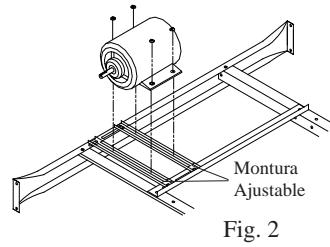

Fig. 2
- **Montar el motor.** Deslice la cabeza de los pernos provistos con cueros cuadrados por la ranura en la montura ajustable del motor. Puede deslizar las monturas ajustables hacia un lado u otro lado para alinear los pernos con los agujeros en la base del motor y para alinear la polea del motor con la polea de la rueda. Instale el motor usando los pernos y las tuercas provistos (véase fig. 2). Asegúrese que los pernos estén apretados seguramente.